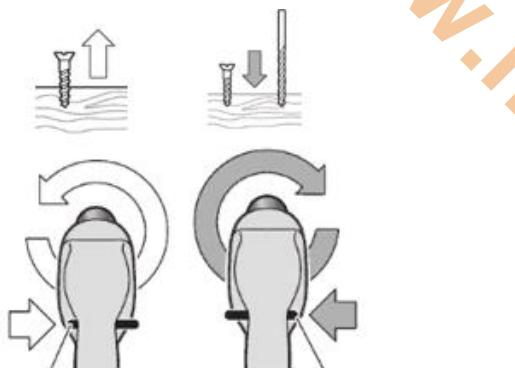

Рисунок 2.3.1. Установка направления вращения.
Для вращения вправо (для сверления и закручивания винтов и шурупов) прижмите переключатель направления вращения влево до упора (рисунок 2.3.1.).
Для вращения влево (для ослабления и выворачивания винтов и шурупов или отвинчивания гаек) прижмите переключатель направления вращения вправо до упора (рисунок 2.3.1.).
1. Переведите переключатель режима «4» (рисунок 2.3.1.) на отметку «сверление».